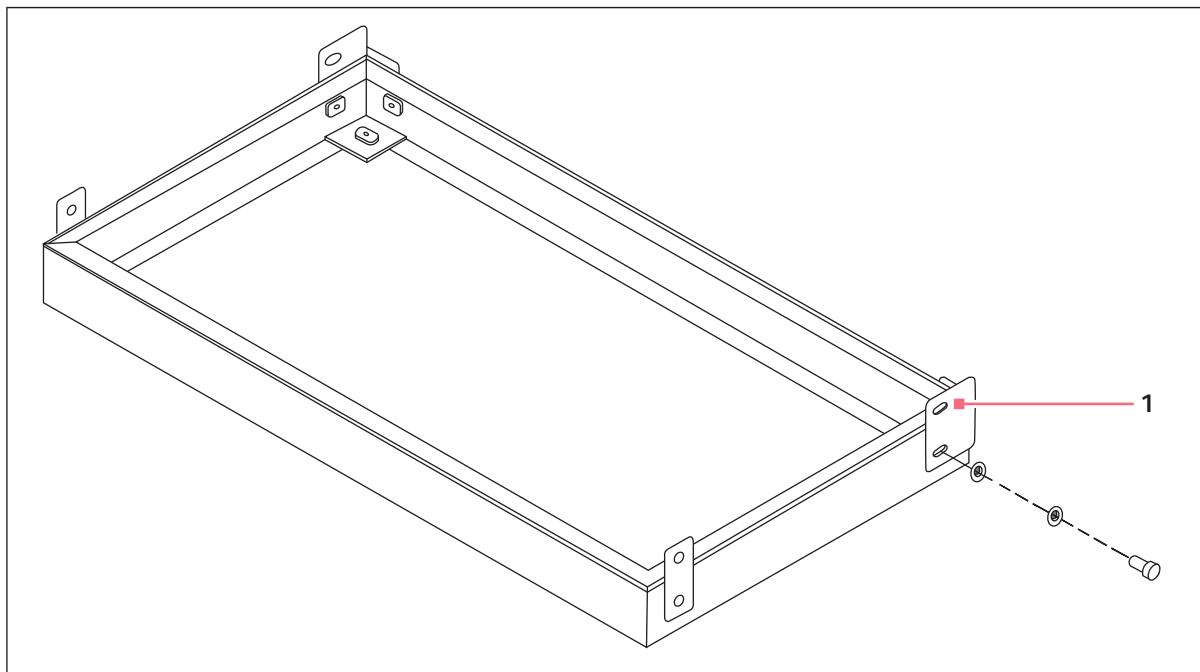
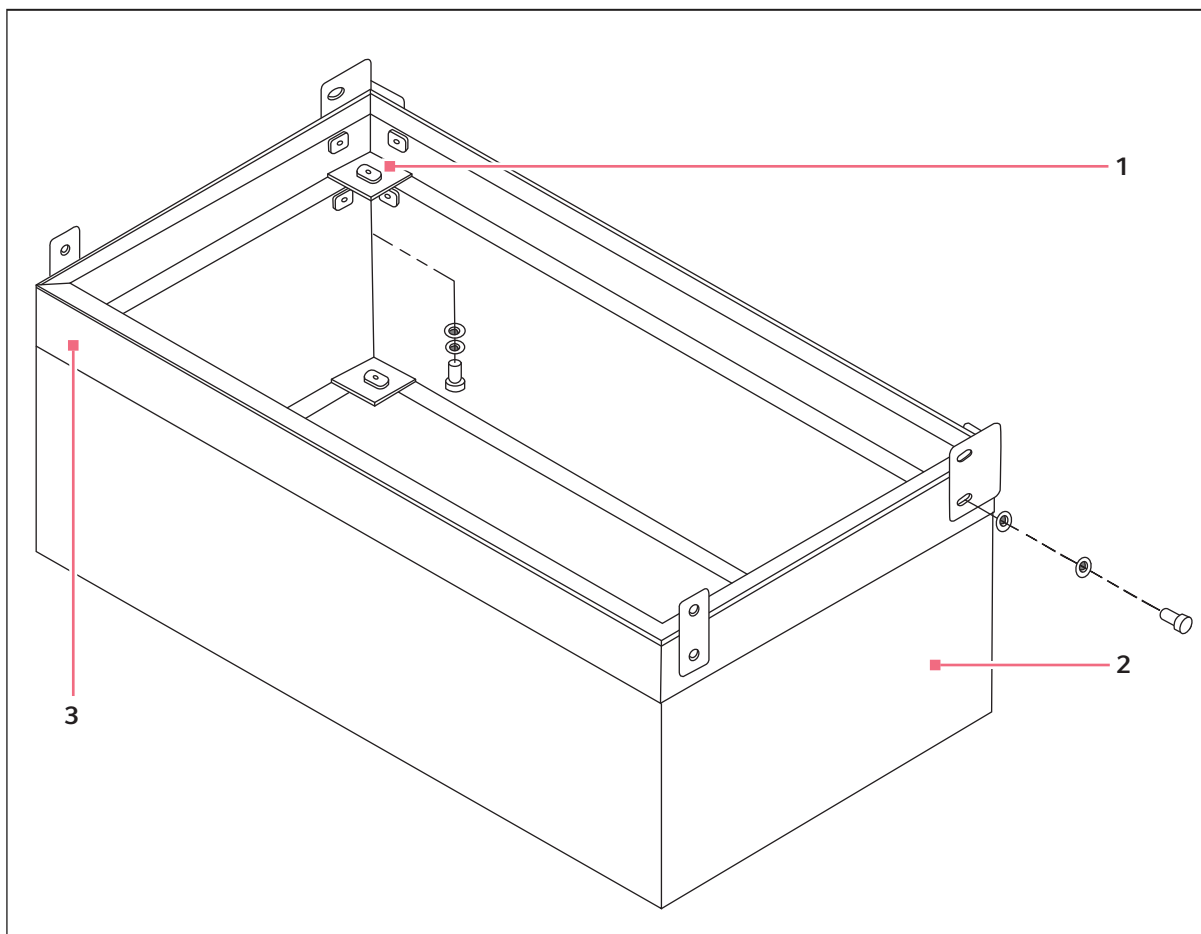

Fig. 4-2: Base bassa opzionale, 10,2 cm (4 in)
Fig. 4-3: Base alta opzionale, 43,2 cm (17 in)
3. Se si installa un solo agitatore, utilizzare la base da 43,2 cm (17 in) (vedi Fig. 4-3 a pag. 23). Fissare l'agitatore alla base servendosi della ferramenta in dotazione.
4. (vedi Fig. 4-2 a pag. 22) e (vedi Fig. 4-3 a pag. 23). A seconda dell'altezza della propria base, installare i supporti del lato frontale e i sostegni per gli angoli posteriori sulla base assieme alla ferramenta in dotazione, corrispondente ai fori della base.